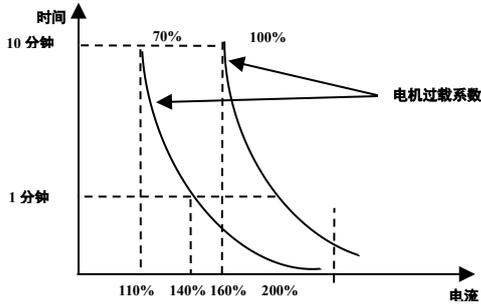

图 5-16 电机过载系数设定
- 该值可根据用户需求自己设定，相同条件下 F707 设定值越小，电机过载保护越快速，如图 5-16 所示。举例说明：使用 7.5kW 的变频器（额定电流为 17A）带 5.5kW（额定电流为 12A）电机， $F707 = 12/17 \times 100\% \approx 70\%$ ，当电机实际电流为 140% 的变频器额定电流时，1 分钟后变频器跳过载保护；